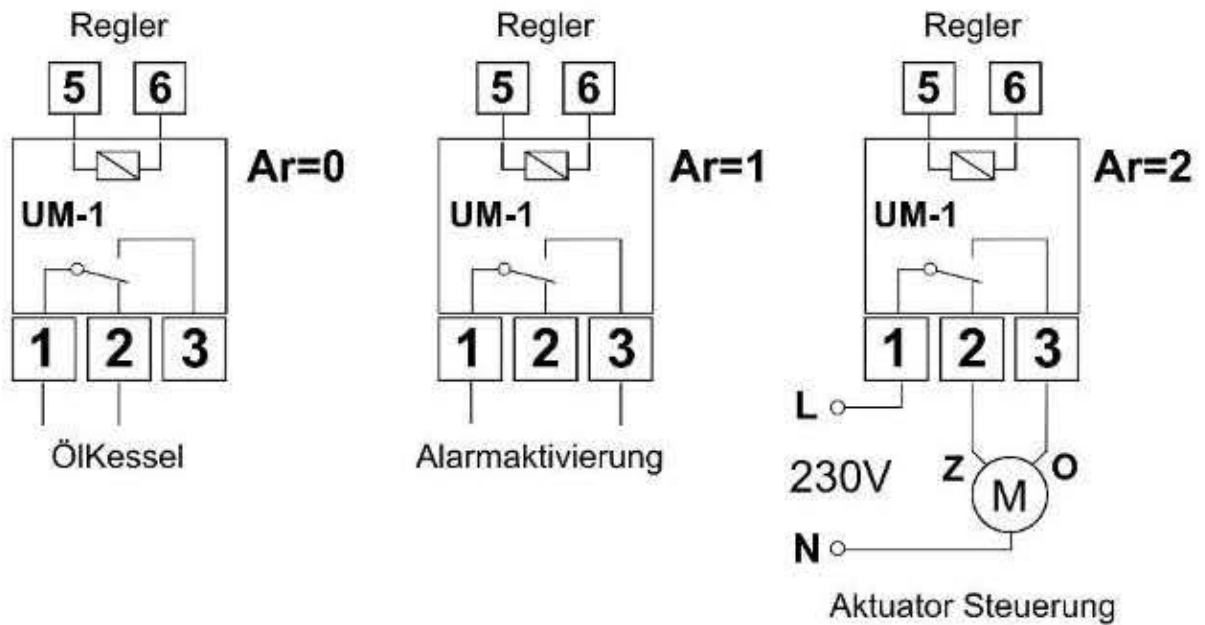

Abbildung 3. Anschlussschaltpläne des UM-1-Moduls
**ACHTUNG!** Beim Anschließen von zusätzlichen Geräten sollte Modul UM-1 verwendet werden. Anschlusspläne werden in der Abbildung 3 dargestellt.